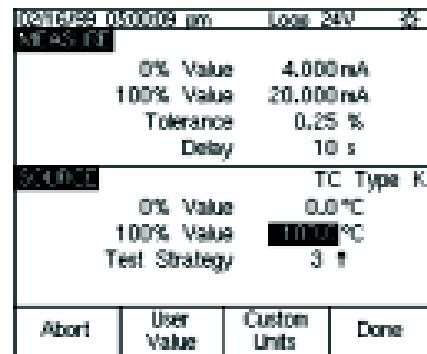

图21
- 按 As Found 软键, 再按 **■** 键, 以选择 Instrument 校准。将光标移到 Tolerance, 并输入适当的测试误差值 (在这个例子中为 0.25%)。验证 0% Value 和 100% Value 都是变送器的正确的标称工作值 (proper, nominal operating value) (在这个例子中为 0.0°C-100.0°C, 见图 21)。如果以前为了进行校准, 曾经修改过低量程值 (0%-LRV) 和高量程值 (100%-URV), 您需要输入其标称值。例如, 如果上次校准时曾修改 URV 为 100.2°C, 那么您需要手工地为 100% Value 输入 100.0°C。输入标称的零点和满量程(span)数值保证误差计算正确。